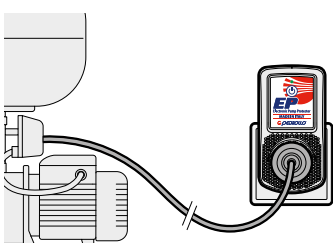

Fig. 3
- ✘ Inserire il dispositivo EP nella presa di corrente (**Fig. 3**) e avviare la procedura di autoapprendimento (vedi manuale istruzioni).